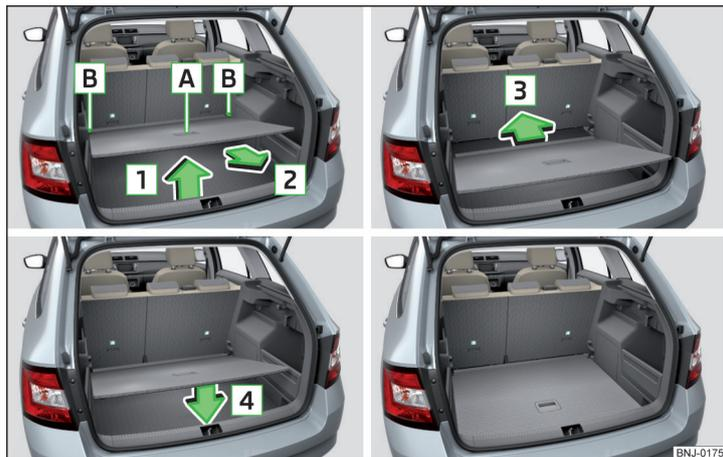

Fig. 92 Régler le plancher de chargement variable en position inférieure
- Saisir le plancher de chargement variable à la poignée **A** » fig. 92.